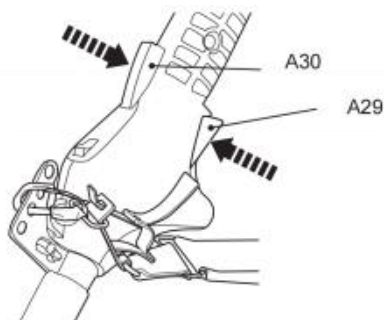

Fig. 39
10. Apriete el bloqueo del acelerador (A30) y el gatillo del acelerador (A29) para operar el producto (Fig. 39).